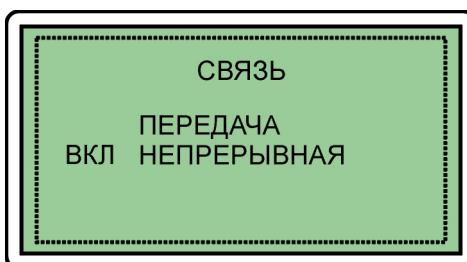

Рис. 6.11 *Меню связи с персональным компьютером*
6.13.5.6 Кнопками "↑", "↓" установить курсор на строку "СВЯЗЬ" и нажать кнопку "◀" ВВОД, при этом на дисплее дефектоскопа появится меню связи с персональным компьютером (рис. 6.11).
6.13.6.5 Кнопками "↑", "↓" установить курсор на строку "НЕ-ПРЕРЫВНАЯ" (рис. 6.11).
6.13.6.10 Для отключения режима непрерывной передачи данных в меню связи с персональным компьютером (рис. 6.11) установить состояние непрерывной передачи "ВЫКЛ" – выключено.